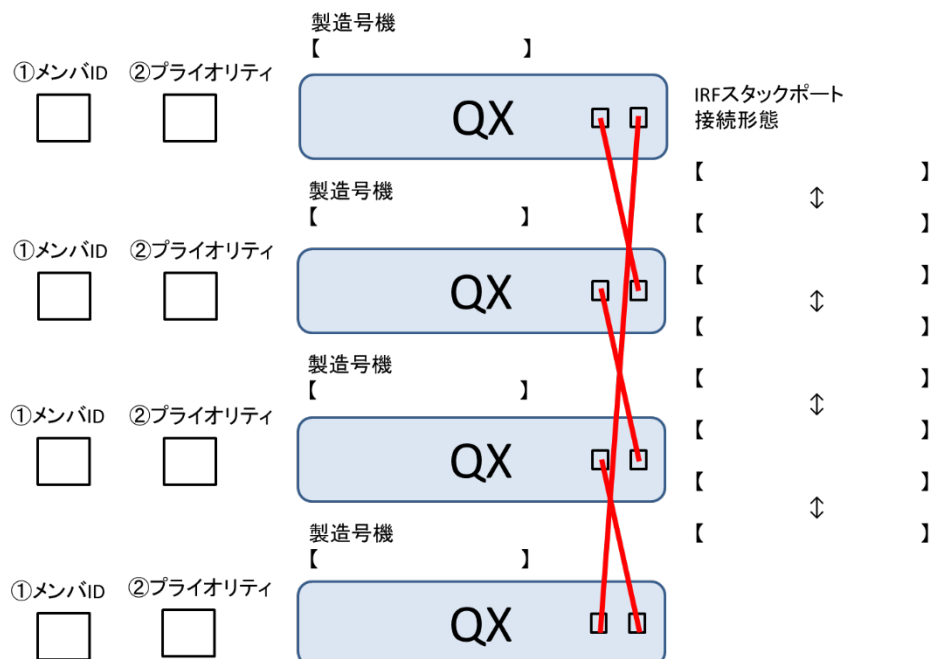

図 8-1 IRF スタック構成図
IRF スタック構成時の交換作業を実施する前に” 8.2.1 単体構成時の情報入手” に記載された 4 点に加え、お客様より IRF スタック構成時の情報を入手してください。図 8-1 を参考にして記録しておいてください。お客様から IRF スタック構成時の情報を入手できない場合は、営業部門、SE 部門から情報を入手してください。事前にお客様または営業部門、SE 部門より IRF スタック構成時の情報を入手できない場合は、現地で確認してください。以下に現地で確認する手順を示します。
上記表示例の MemberID が IRF スタックメンバ ID を示し図 8-1 の①に該当します。Priority がプライオリティを示し図 8-1 の②に該当します。Description が IRF スタックメンバスイッチの説明になります。Mac persistent が IRF スタックブリッジ MAC アドレスの維持時間になります。Auto upgrade がソフトウェアオートアップグレードの設定となります。